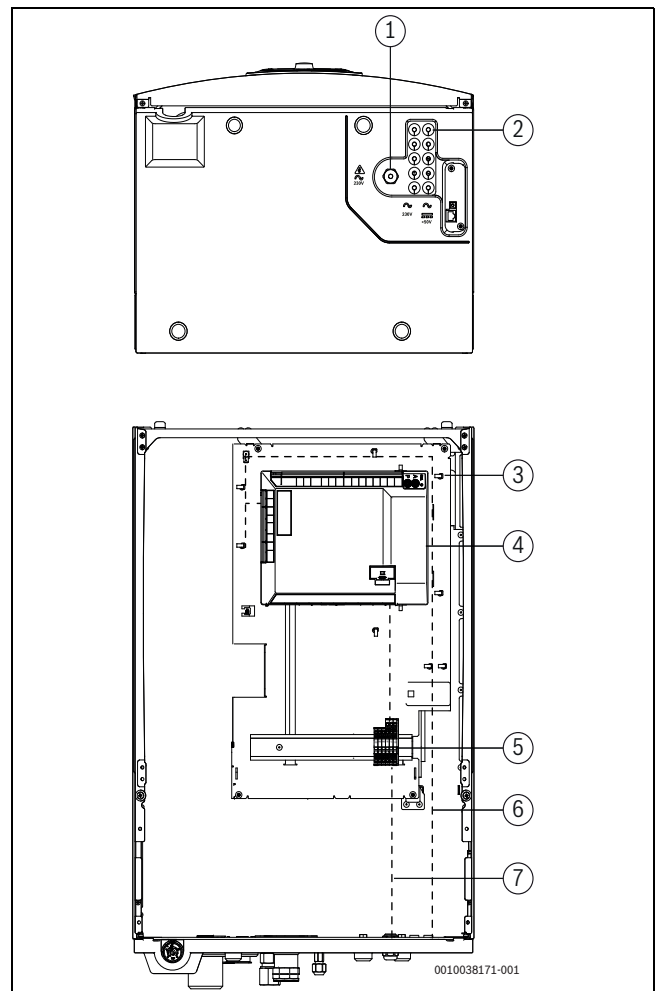

Bild 10 Kabeldurchführungen und elektrische Komponenten (Ansicht mit Tropfschale)
- ▶ Führen Sie die CAN-BUS-Fühler und anderen Signalleitungen durch die entsprechenden Kabelzuführungen, gekennzeichnet mit <50 V. Führen Sie die Kabel bis zur Vorderseite des Geräts durch und schließen Sie sie an, siehe Abb. 10.